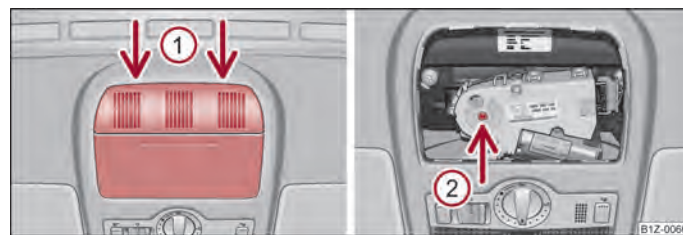

Fig. 23 Escotadura del revestimiento interior del techo: Puntos de apoyo del destornillador/orificio para apoyar la llave
- Aplicar con cuidado un destornillador con la hoja plana en el lado posterior de la cubierta para el motor eléctrico, en las posiciones de la flecha ① ⇒ fig. 23 lado izquierdo.
- Introducir una llave Allen, tamaño 4, hasta el tope en el orificio en el lugar de la flecha ② y cerrar o abrir el techo corredizo/deflector ⇒ fig. 23, lado derecho.